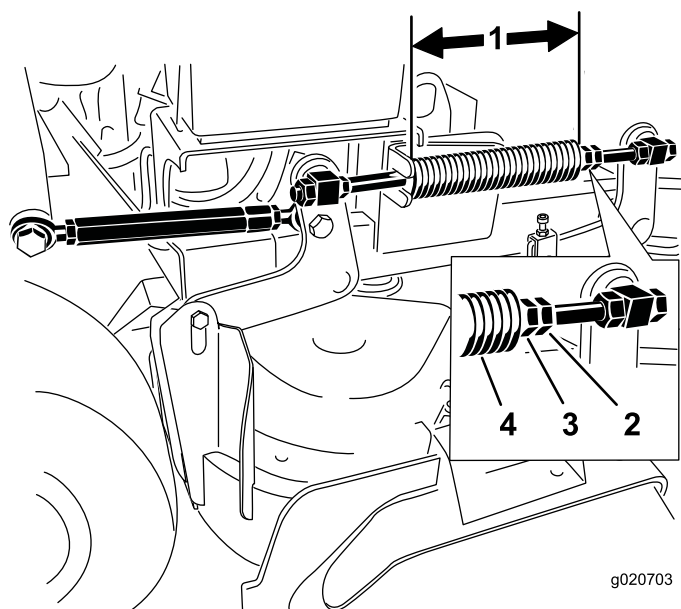

Figure 87
2. Vérifiez la longueur du ressort de compression. La longueur nominale est de 28,2 cm (11-1/8 po) pour les tabliers de coupe de 36 pouces et de 25,7 cm (10-1/8 po) pour les tabliers de coupe de 102 cm (40 po) (Figure 87).
3. Réglez cette distance en desserrant l'écrou de blocage du ressort et en tournant l'écrou devant chaque ressort (Figure 87).
4. Bloquez l'écrou en position en serrant l'écrou de blocage du ressort (Figure 87).